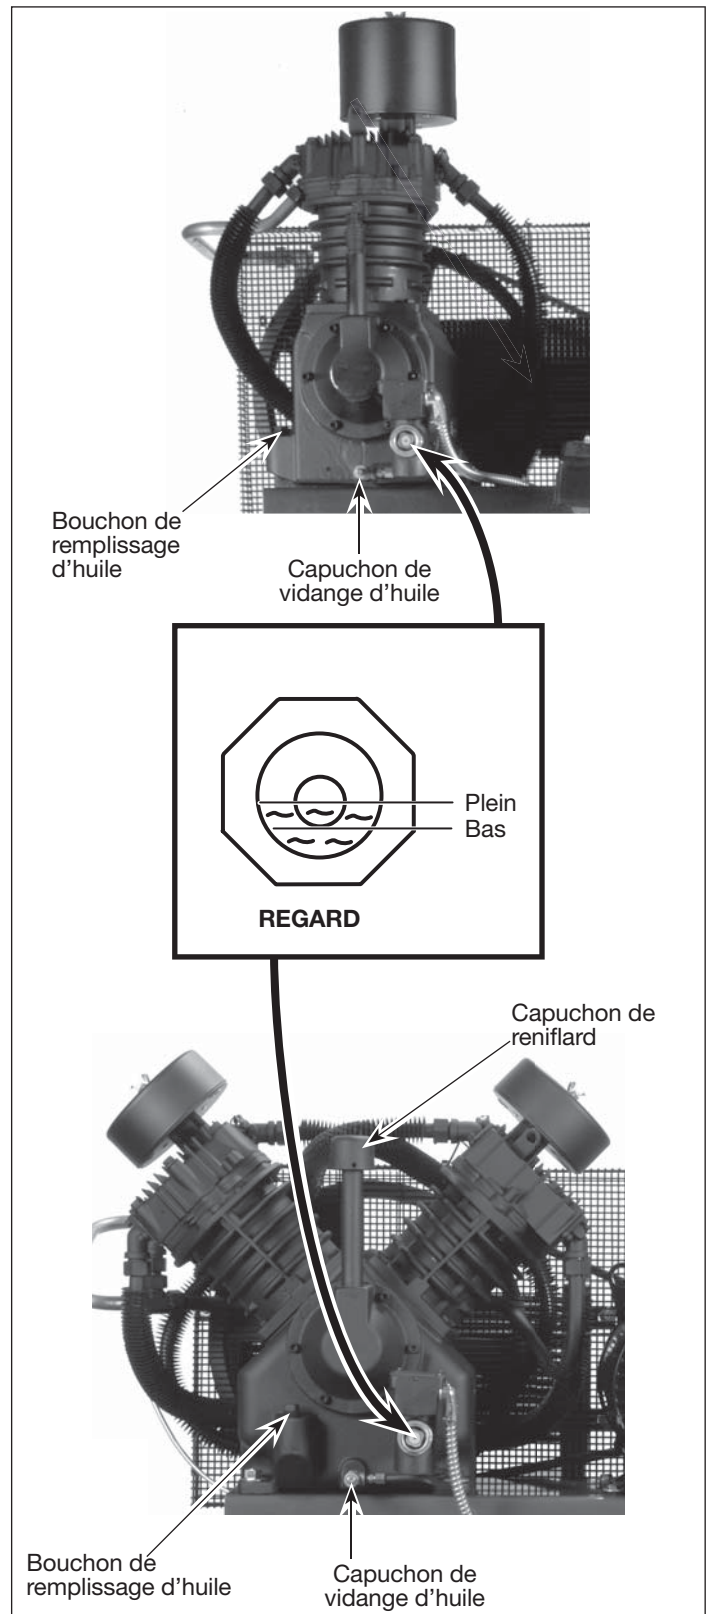

Figure 7
**⚠ ATTENTION** *CE MODÈLE NE CONTIENT PAS D'HUILE. Avant d'utiliser le compresseur. Remplir au centre de la jauge visuelle (voir la figure 7).*
Remplir la pompe d'huile au centre de la jauge visuelle en utilisant l'ouverture de remplissage d'huile (voir la figure 7). **NE PAS remplir la pompe jusqu'à l'ouverture du bouchon de reniflard, car ceci pourrait mener à une fuite d'huile et une pulvérisation vers l'extérieur durant l'utilisation.**